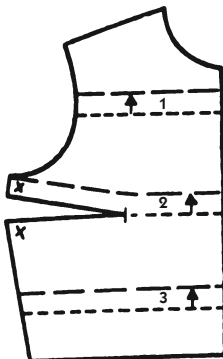

Рис. 603
4. **Складки, заложённые вверх.** Полное описание технологии дано именно для этой модели (рис. 603),
- Перенесите вытачку вдоль нижней линии складки 2, которая для этой модели является основанием складки (рис. 603).